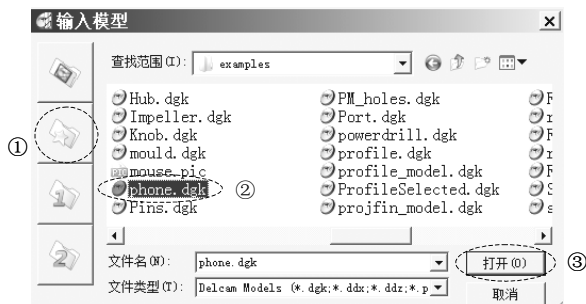

图 1-20 输入模型
2) 输入零件: 在 PowerMILL 下拉菜单条中执行“文件”→“输入模型”, 打开“输入模型”表格, 如图 1-20 所示。按图中顺序号进行操作, 单击范例文件夹按钮, 选择 phone.dgk 文件, 单击“打开”按钮, 完成模型输入。